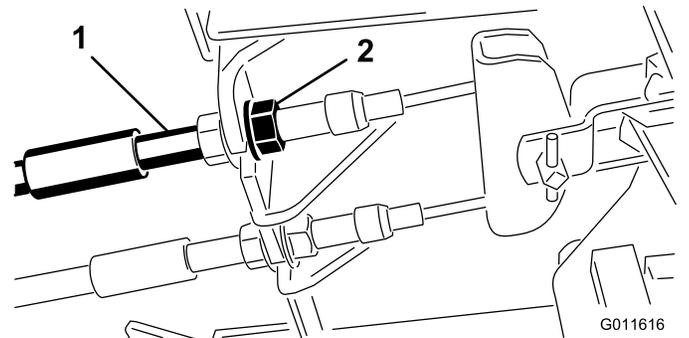

Рисунок 96
1. Чтобы уменьшить свободный ход тормозных педалей, затяните тормоза, ослабив переднюю гайку на резьбовом конце троса тормоза (Рисунок 96).